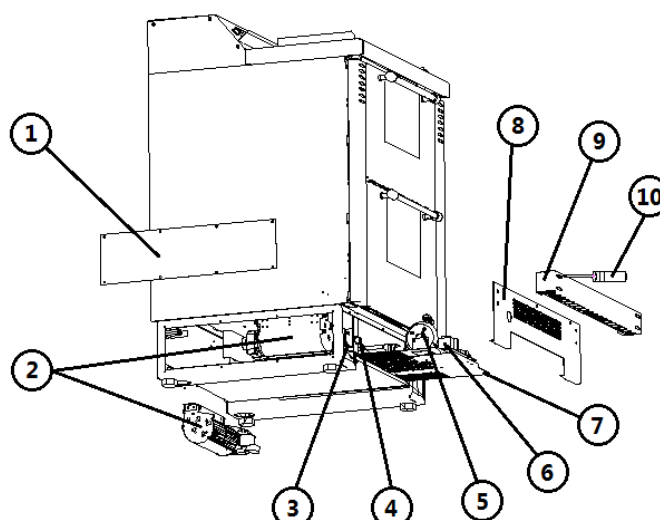

Fig. 34 - Vista lateral
**LEGENDA Fig. 34 pág. 33**
- Desencaixar o painel de comandos inferior soltando os 4 parafusos situados no lado interno das aberturas elípticas do mesmo (ver **Fig. 34 pág. 33**).
- Desaparafusar os 8 parafusos das tampas laterais direita e esquerda da base (ver **Fig. 34 pág. 33**).